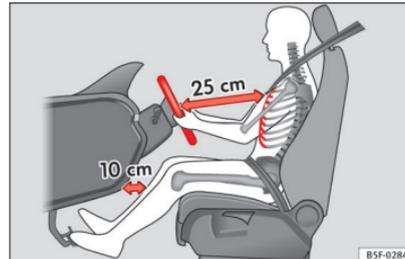

Abb. 80 Der richtige Abstand des Fahrers zum Lenkrad.
- Stellen Sie das Lenkrad so ein, dass der Abstand zwischen Lenkrad und Brustkorb mindestens 25 cm beträgt » **Abb. 80**.
- Stellen Sie den Fahrersitz so ein, dass zwischen Ihrem Brustkorb und der Lenkradmitte ein Abstand von mindestens 25 cm vorhanden ist »» Abb. 80. Beträgt der Abstand weniger als 25 cm, kann Sie das Airbag-System nicht richtig schützen.